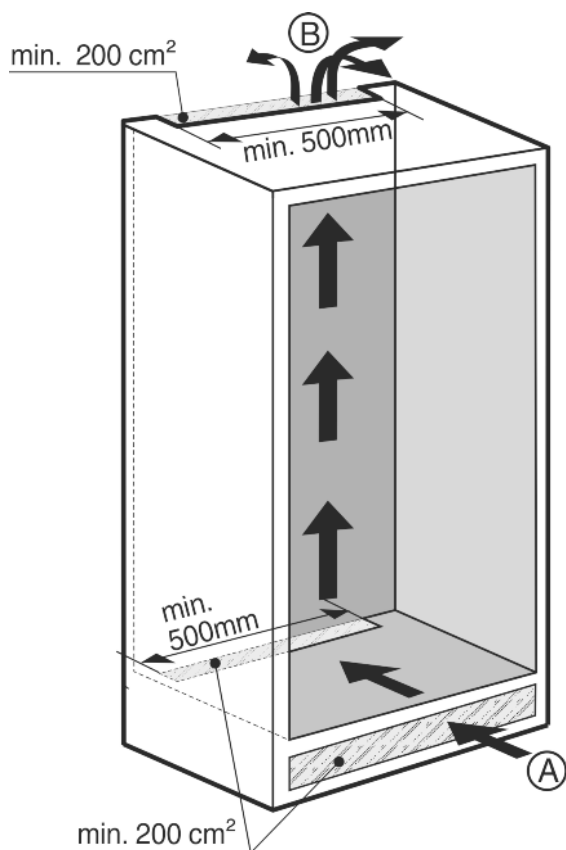

Fig. 3
- Turi būti veiksmingas, ne mažesnis nei 200 cm² ventiliacinis tarpas kiekvienam prietaisui oro įėjimo Fig. 3 (A) ir oro išėjimo Fig. 3 (B) angose.